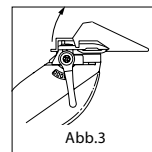

Abb.3
- Die Scherführung nach außen und oben ziehen, um sie zu entfernen (Abb. 3).